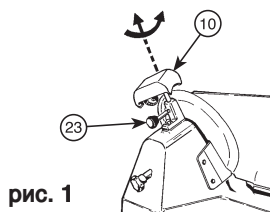

рис. 1
- Убедитесь в том, что подвижная (2) перегородка закрыта (ручка (6) в положении "0").
- 3° - Ослабьте фиксирующую ручку (23) группы затачивания (10).
- Поднимите группу затачивания, поворачивая ее 180° так, чтобы оба колеса оказались в рабочем положении. См. рис. 1.
- Опустите группу затачивания до замыкания (10).
- Застрахуйте группу, повернув замыкающую ручку (23).
- Включите машину (5).
- Нажмите кнопку (26), чтобы лезвие вращалось примерно 1 минуту. После остановки лезвия проверьте, чтобы на кромке не было заусенцев.
- После проверки заусенцев включите машину и осторожно нажмите кнопку (27) примерно на 3 секунды для удаления образовавшихся при затачивании заусенцев.
- Установить подвижную часть (2) на максимальном расстоянии от лезвия (3) вращая ручку со шкалой (6).
- Установить точильное устройство (10) на подвижную стенку (2), как показано на рис. 1, блокируя его с помощью круглой ручки (23).
- Нажать на кнопку пуска двигателя (5), чтобы включить автоматическую заточку; при необходимости поворачивать ручку со шкалой (6) до тех пор, пока точильный круг не начнет вращаться вместе с лезвием.
- Затачивать лезвие автоматически около минуты, затем нажать на кнопку прижатия прижимного круга (27) на две-три секунды; выключить двигатель, одновременно отпуская кнопку.
- После заточки снять затачивающее устройство (10) с подвижной части (2) и вставить его на место.